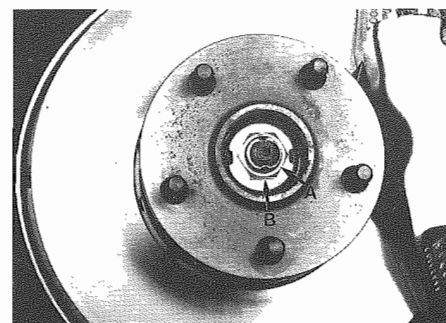

Fig. 6 - A - Dado di fissaggio
- Allentare il dado di fissaggio mozzo (**Fig. 6**).
- Loosen the nut fixing the hub (**Fig. 6**).